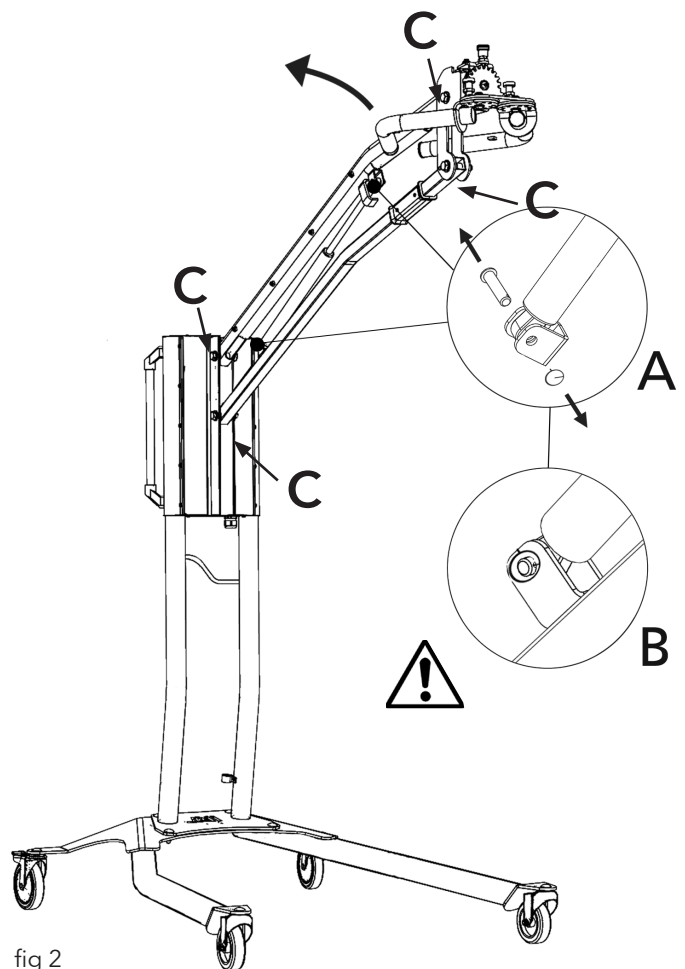

fig 2
Si le sècheur mobile ne s'immobilise pas dans sa position la plus haute ou la plus basse, mais qu'il tombe ou se relève de lui-même, resserrez les 4 boulons indiqués par la lettre « C » sur la figure 2. Si le bras ne s'arrête pas encore ou si le bras devient lourd à régler, remplacer le ressort à gaz.
2. Placez le bras parallèle en position relevée max (fig 2)
4. Déposez les anneaux de blocage et les deux goupilles de blocage. Déplacez légèrement le ressort à gaz vers le haut/avant, puis démontez-le. (fig 2)